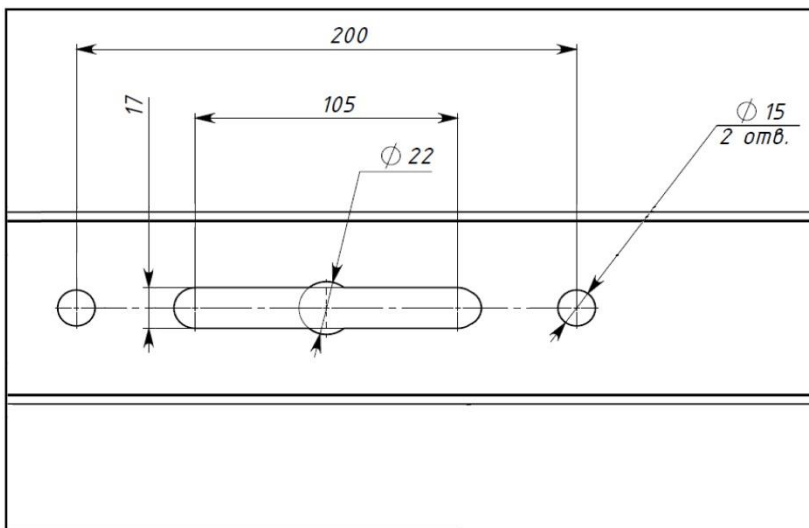

Рисунок 10.4 Монтажная площадка
- Установить оптическую часть прожектора (поз.2), закрепив лиру на установочные отверстия (рисунок 10.4);
- Ослабить центральный болт крепления оптической части к лире поз.1, так чтобы зубья лимба поз.2 разошлись обеспечив поворот оптической части **рисунок 10.4**.